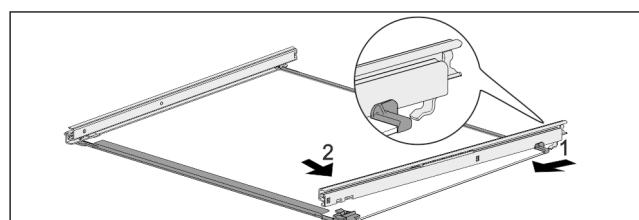

Fig. 59 Skleněná deska s kolejničkami
- Zahákněte kolejničku vzadu. Fig. 59 (1)
- Zaklapněte kolejničku vpředu. Fig. 59 (2)